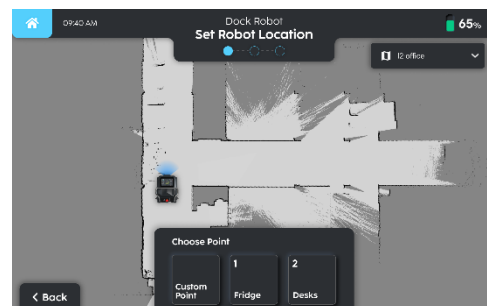

Fig. 4
1. Als de robot niet gelokaliseerd is, selecteer dan een punt dat zich het dichtst bij de robot bevindt om het lokalisatieproces te starten. (Fig. 4).